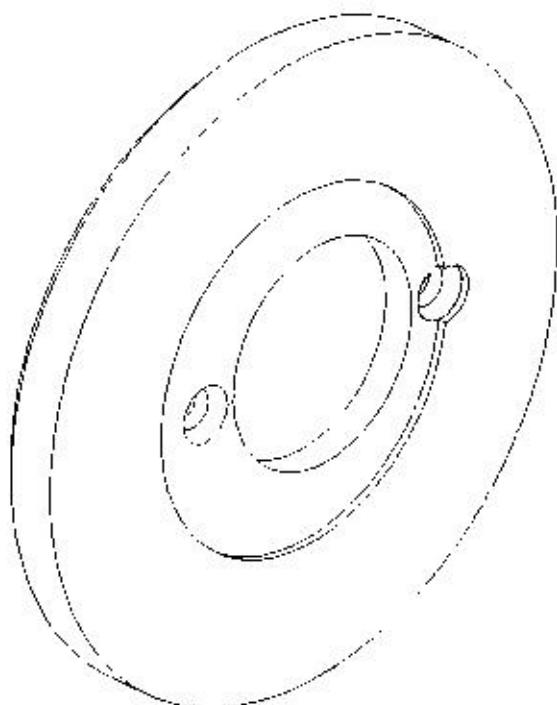

Рис. 2, Гладкий шлифовальный диск
- Установить шлифовальный шпиндель (см. Рис. 2)